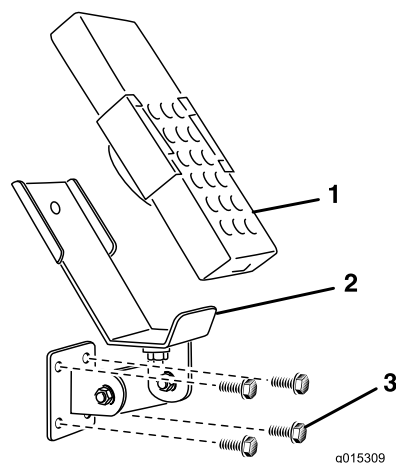
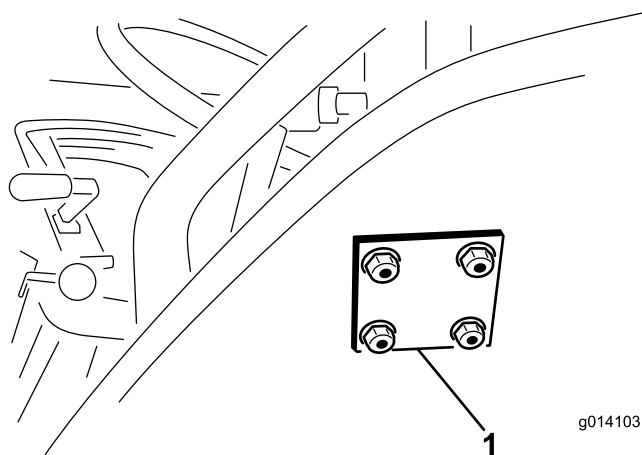

Figura 12
Figura 13
3. Utilizzando la piastra di supporto come modello, individuate, contrassegnate e praticate (4) fori di 11/32 poll (0,87 cm). di diametro sulla superficie di montaggio del veicolo trainante.
4. Installate la staffa di montaggio e la piastra di supporto con (4) bulloni a testa flangiata da 5/16 x 1-1/2 poll. e dadi di bloccaggio flangia (Figura 12 e Figura 13).